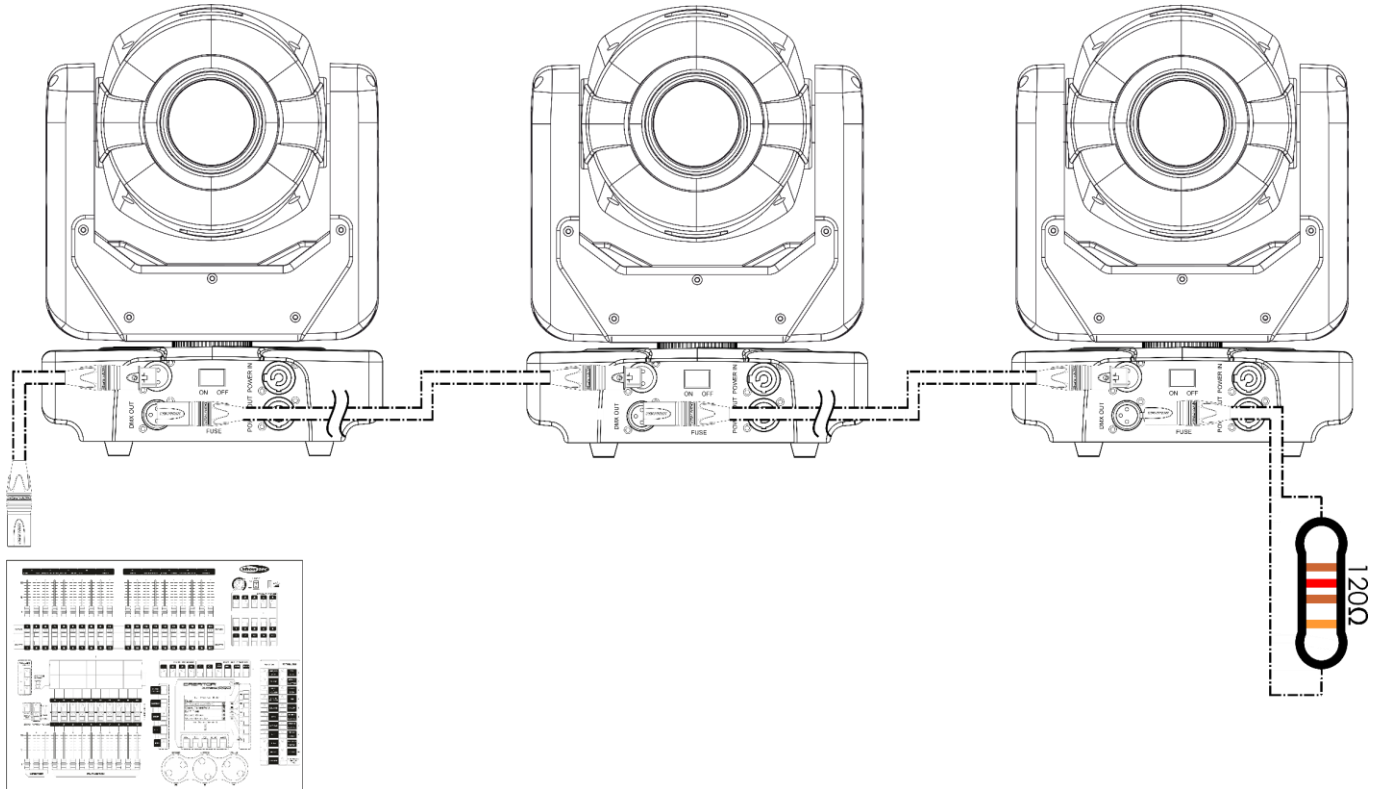

Fig. 13
- 03) Repita el paso 2 para conectar todos los dispositivos en cadena como se muestra en la Fig. 13.